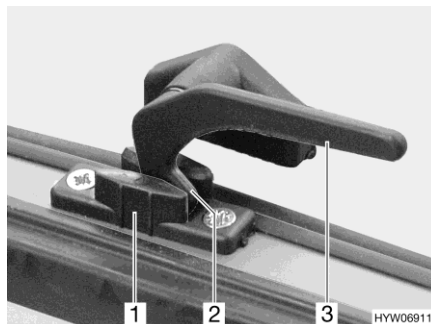

Bild 45 Verriegelungshebel in Stellung "Dauerbelüftung"
- in Stellung "Dauerbelüftung" (Bild 45)
- Alle Verriegelungshebel (Bild 45,3) eine viertel Umdrehung zur Fenstermitte hin drehen.
- Alle Verriegelungshebel wieder zurückdrehen. Die Verriegelungsnase (Bild 45,2) dabei jeweils in die Aussparung der Fensterverriegelung (Bild 45,1) einfahren.